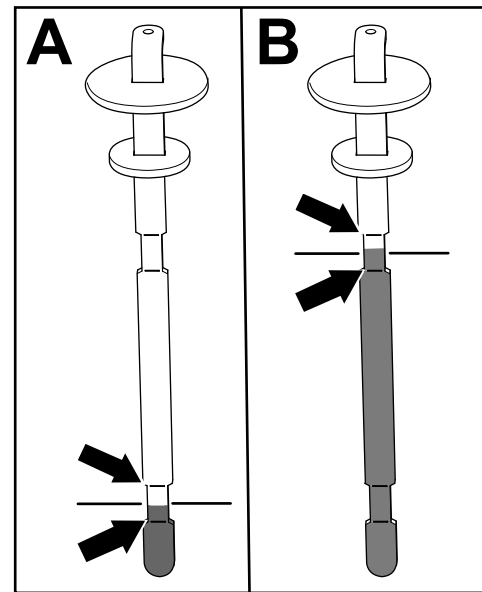

Figure 81
5. Ressortez la jauge et vérifiez le niveau de liquide (Figure 81).
- Si l'unité de coupe est montée sur la machine : le niveau de liquide hydraulique est correct quand il se situe entre les 2 repères inférieurs sur la jauge (A de la Figure 81). Il est également acceptable que le niveau de liquide dépasse les repères inférieurs.
- Si le kit flexible d'accessoire à entraînement hydraulique est monté sur la machine : le niveau de liquide hydraulique est correct quand il se situe entre les 2 repères supérieurs sur la jauge (B de la Figure 81).